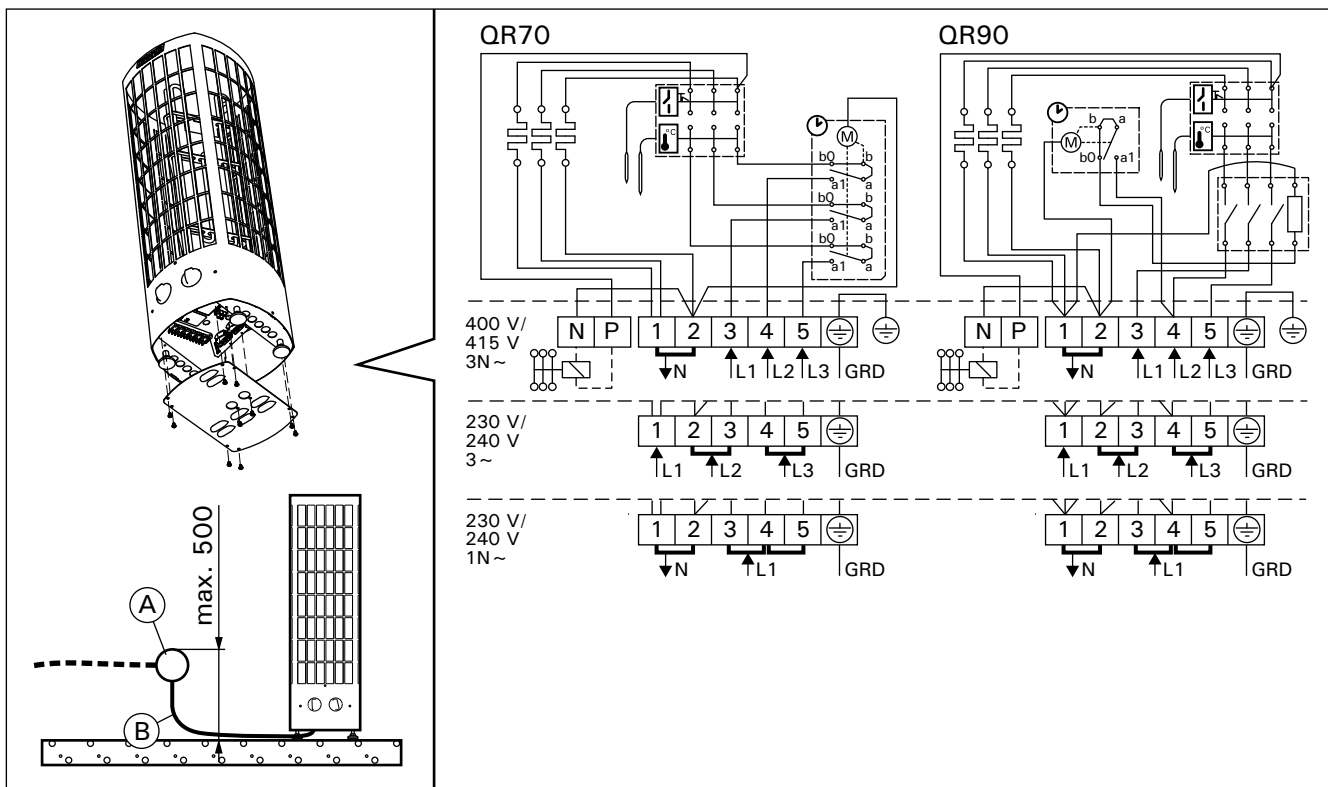

Рисунок 7. Электромонтаж
- Каменка гибким проводом подсоединяется к соединительной коробке (рис. 7: А) на стене сауны. Соединительная коробка должна быть брызгозащитенной и находиться на расстоянии не более 500 мм от пола.
- В качестве кабеля (рис. 7: В) следует использовать резиновый кабель типа HO7RN-F или подобный. **ВНИМАНИЕ! Использование кабеля с ПВХ-изоляцией запрещено вследствие его разрушения под воздействием тепла.**
- Кроме клемм питания каменки QR оснащены также клеммой (P), которая делает возможным управление электрическим нагревом (рис. 7). Управляющее напряжение передается от каменки, когда она включена. Кабель управления электронагревом подводят прямо к соединительной коробке каменки и дальше с помощью резинового кабеля, равного по сечению соединительному кабелю, к клеммнику.